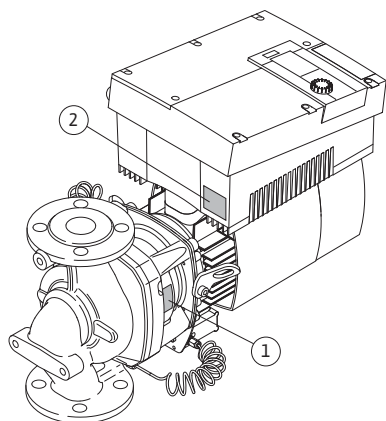

Fig. 11: Расположение фирменных табличек:
- На фирменной табличке насоса (рис. 11, поз. 1) указан серийный номер (Ser.-No.../...), используемый, например, при заказе запасных частей.
- На фирменной табличке электронного модуля (электронный модуль = инвертер или частотный преобразователь) (рис. 11, поз. 2) указано обозначение используемого электронного модуля.